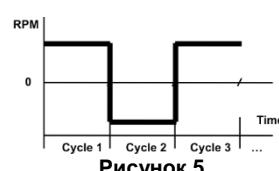

Рисунок 5.
**Примечание.** Прибор запрограммирован менять направление вращения с началом каждого цикла, например, если время орбитального движения выставлено на 30 с, то направление вращения будет меняться каждые 30 секунд (рис. 5).